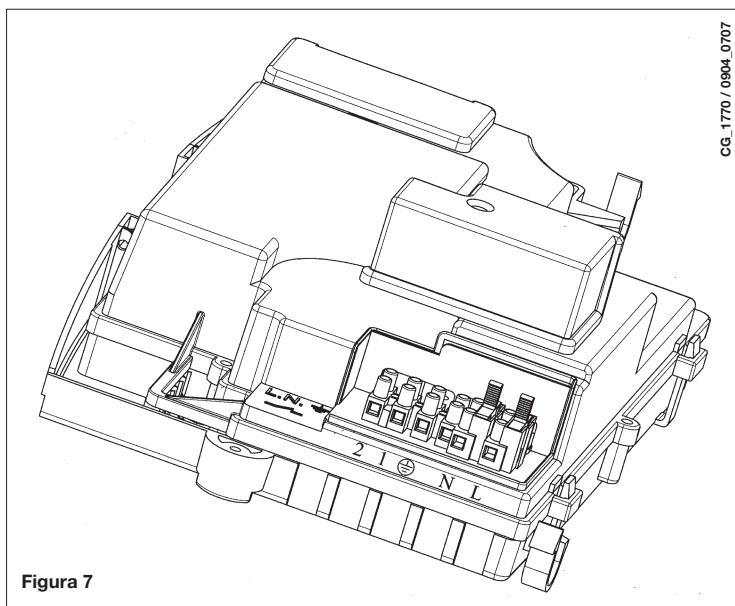

Figura 7
- togliere il coperchio ed accedere alla zona collegamenti elettrici (figura 7).
- accedere alla morsettiera di alimentazione (figura 7);
- togliere il ponticello presente sui morsetti (1) e (2);